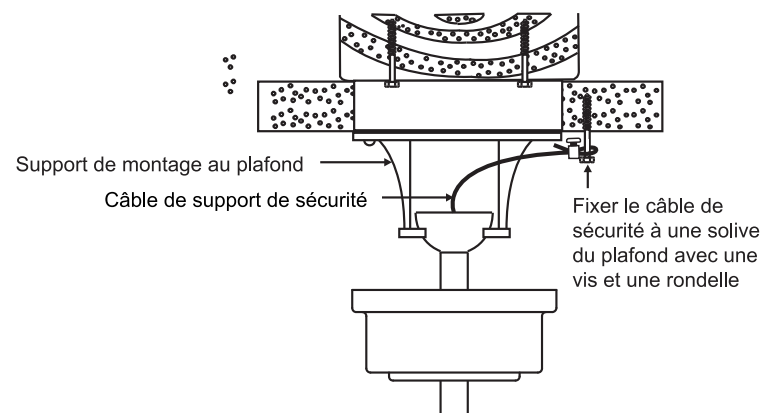

Fig. 11
Étape 1. Fixez la vis à bois et les rondelles fournies à la solive de plafond à côté du support de montage. **(Fig. 11)** mais ne serrez pas.